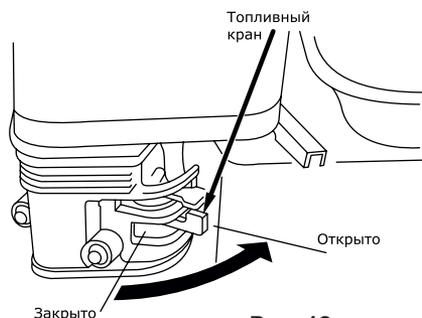

Рис. 12
- Переместите топливный краник в положение «открыто» (ON) и убедитесь, что нет утечки топлива (см. рис. 12)